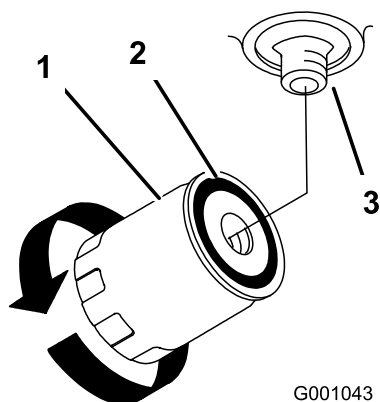

Figure 75
7. Appliquez une fine couche d'huile propre sur le joint en caoutchouc du filtre de rechange (Figure 75).
9. Remplissez le réservoir hydraulique jusqu'à ce que le liquide déborde du filtre. Tournez alors le filtre à huile dans le sens horaire jusqu'à ce que le joint en caoutchouc vienne toucher l'adaptateur du filtre. Serrez ensuite le filtre de 1/2 tour supplémentaire (Figure 75).